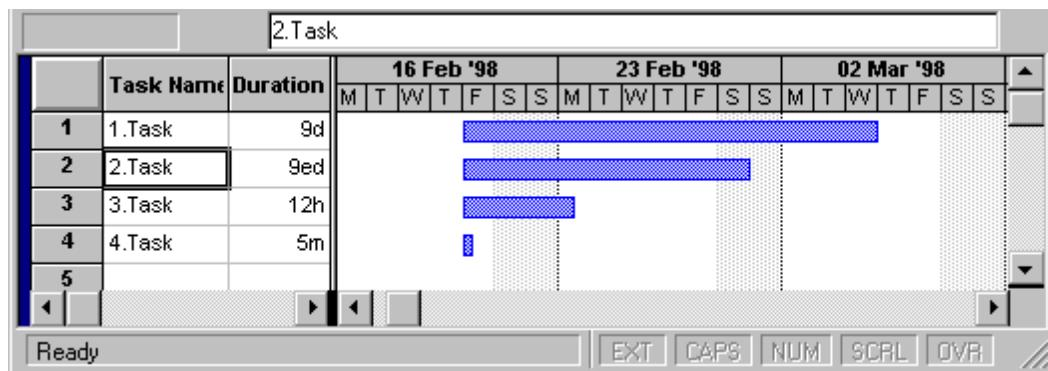

Рис.2.1.
2.2.Определить задачи проекта заполнив 5 строк в списке задач (поле «Наименование Задачи») как показано на Рис.2.1.
2.3.Задать длительность выполнения задач в днях, часах и минутах как показано на Рис.2.1.